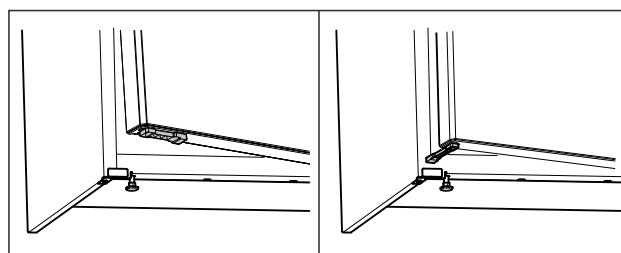

Fig. 54 *
- Drej døråbningsbegrænseren 90°. (se Fig. 54) *